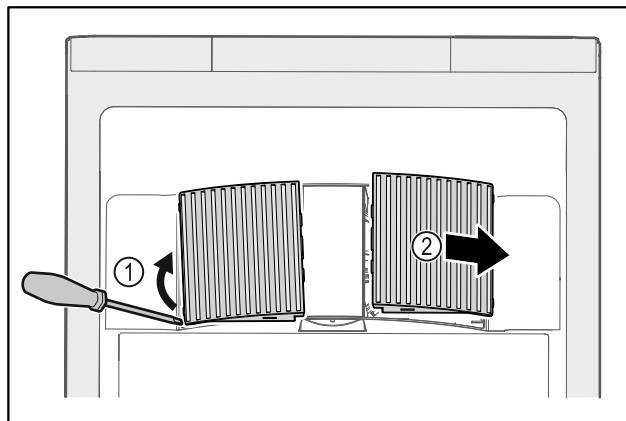

Fig. 58
- ▶ Осторожно подденьте крышки вентилятора сбоку Fig. 58 (1) и снимите их движением вперед Fig. 58 (2).